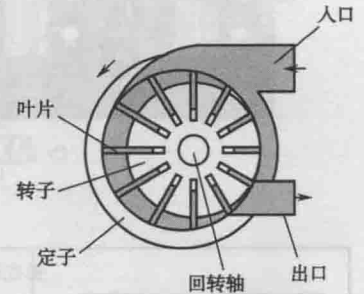

图 1-1-9 叶片式空气压缩机
(1) 空气压缩机 (简称空压机): 将原动机输入的机械能转化成压力能。根据机械结构可分为活塞式、叶片式、螺杆式等。以图 1-1-9 叶片式空气压缩机为例, 其工作原理为在电动机的带动下, 回转轴旋转, 离心力使得转子上的叶片与定子内壁相接触, 两个相邻叶片、定子内表面和转子的外表面之间形成的空间, 会随着转子的转动有规律的变化, 空间变大, 实现吸气; 空间变小, 实现压缩和排气。